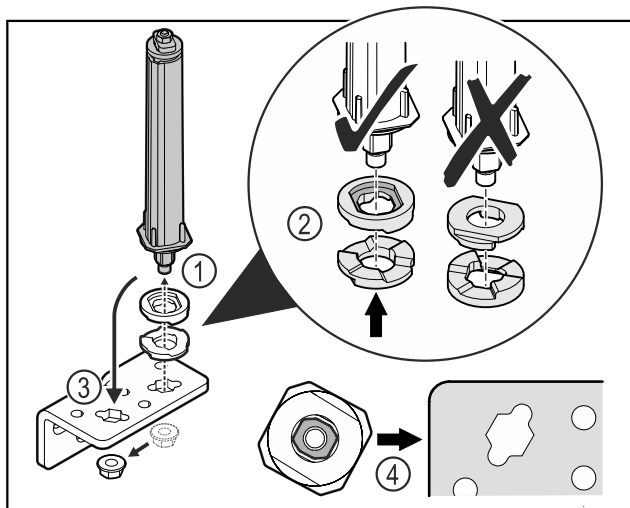

Fig. 42
- Allentare il dado e rimuovere il sistema di chiusura della porta Fig. 42 (1).
- Assicurarsi che le rondelle per la regolazione dell'altezza siano rivolte nel verso giusto Fig. 42 (2).
- Spostare il sistema di chiusura della porta nella cerniera angolare e fissarlo con il dado Fig. 42 (3).
- Durante l'inserimento del sistema di chiusura della porta assicurarsi che sia rivolto nel verso giusto Fig. 42 (4).